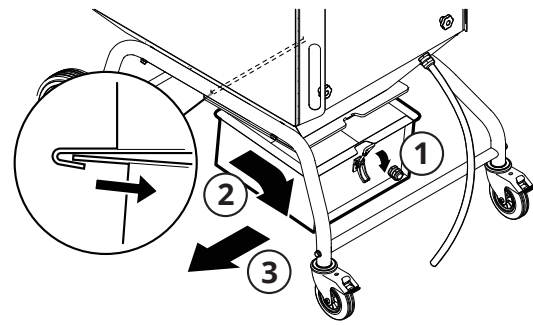

Fig. 27
- Den Exzenterverschluss (1, **Fig. 27**) lösen, den Palettenstapler nach oben zum Behälter führen und den Staubsammelbehälter mit dem Palettenstapler herausziehen (2, 3).
- Den Staubsammelbehälter unter den Auffangtrichter schieben, siehe **Fig. 27** als Referenz.